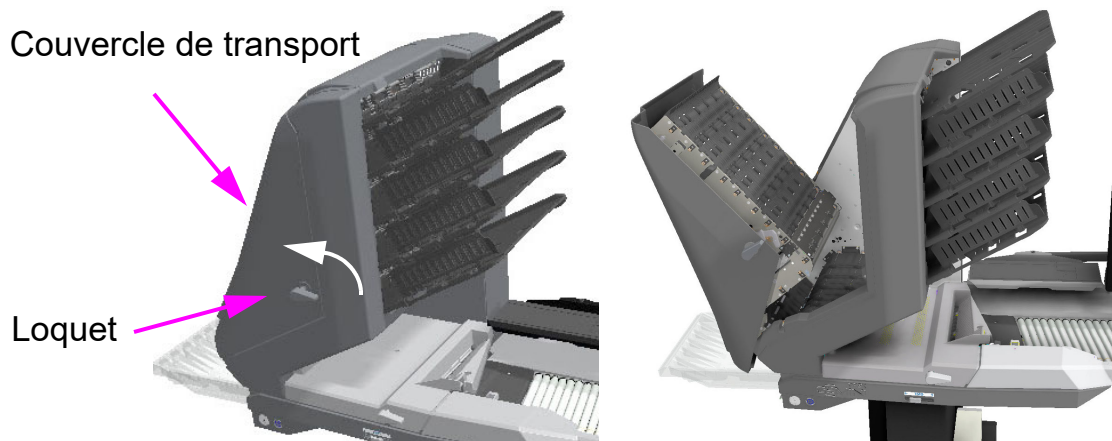

Figure 4-37 : Ouverture du couvercle de transport
1. Tournez le loquet de transport dans le sens inverse des aiguilles d'une montre et tirez la porte de transport vers vous (Figure 4-37).